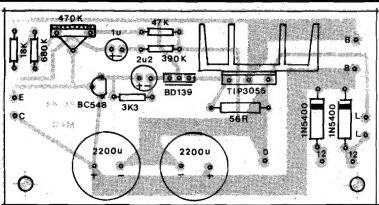

Fig. 3
- FIG. 3 - CHAPEADO DA MONTAGEM (PLACA) - O Circuito Impresso agora é visto pela face não cobreada, componentes já posicionados... Notar que várias das peças são polarizadas, e assim merecem atenção especial na colocação, uma vez que - se forem invertidas - "daneirão" tudo: